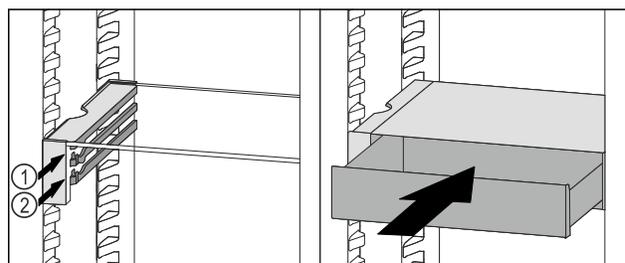

Fig. 99
- Placer le tiroir VarioSafe derrière les butées sur la nervure désirée Fig. 99 (1) ou Fig. 99 (2).